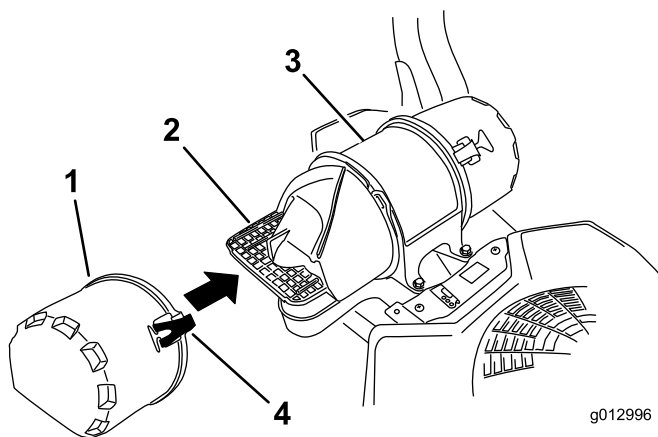

Figure 47
3. Ouvrez les dispositifs de verrouillage du filtre à air et séparez le couvercle d'entrée d'air du corps du filtre (Figure 47).
5. Reposez le couvercle d'entrée d'air et fixez-le avec les verrous (Figure 47).